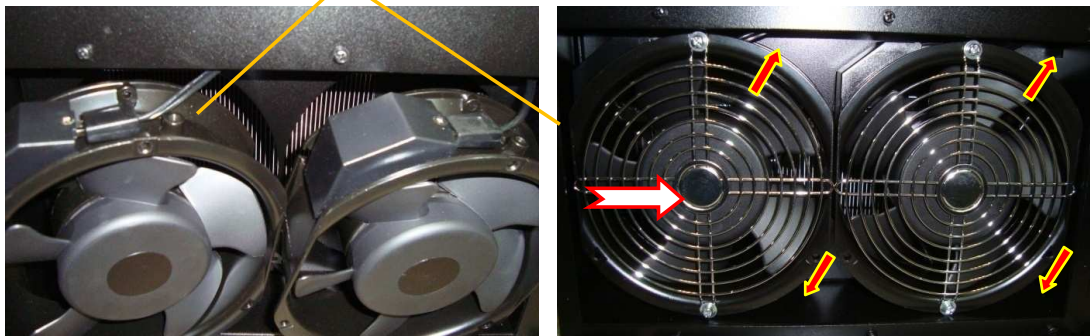

Рис. 7.19
3. закрепить вентиляторы вместе с решетками винтами М4х60 (рис. 7.19).